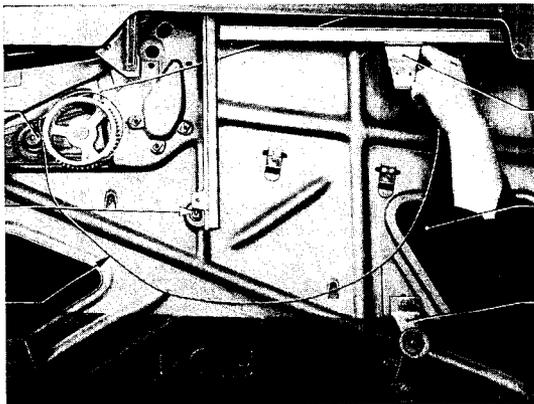

Bild 98 - Seil von Führungsrolle abstreifen
8. Seil von oberer und unterer Seilrolle durch hintere Montageöffnung abstreifen (Bild 98).